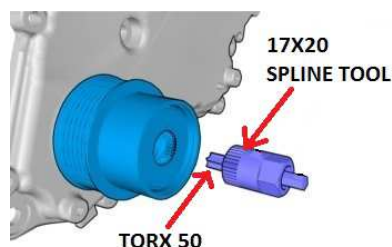

Fig 2
4. Engage the proper Torqfiltr® tool (Torx 50 and 17X20 Spline tool) into the Torqfiltr® and shaft. Figure 2.
8. Engage the proper Torqfiltr® tool into the Torqfiltr® and the intermediate shaft. Figure 2
4. Engager l'outil TorqfiltrMD approprié (Torx 50 et outil à cannelures 17X20) dans le TorqfiltrMD et l'arbre. Figure 2.
8. Engager l'outil à TorqfiltrMD approprié dans le TorqfiltrMD et l'arbre intermédiaire. Figure 2